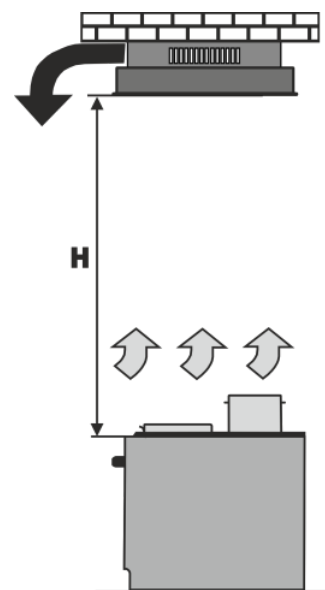

Fig.1
1.11 Attention! La hotte est montée au mur au-dessus des réchauds sur la hauteur >650mm (**fig. 1**).
- en régime de la dérivation de l'air au tuyau de cheminée de la cuisine (**fig. 1**);